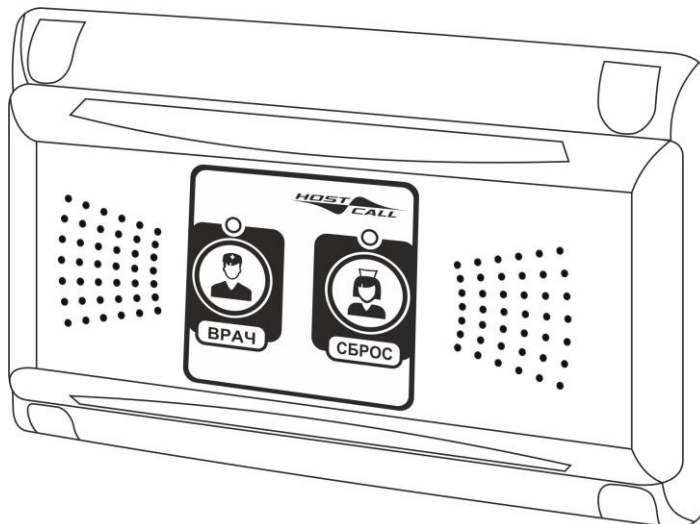

Рисунок 5.25. Палатная консоль MP-331W1
1. Палатная консоль MP-331W1 (рис.5.25).